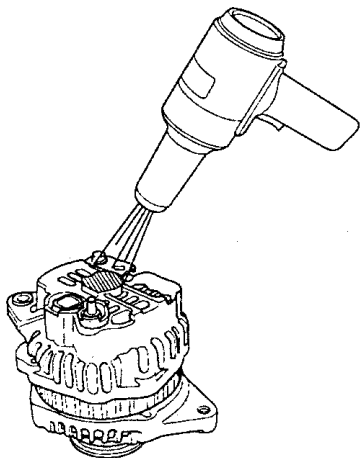

图 9-45 加热后轴承
4) 如图 9-45 所示, 同 1000W 的吹风机给后轴加热约 5min (50~60)。